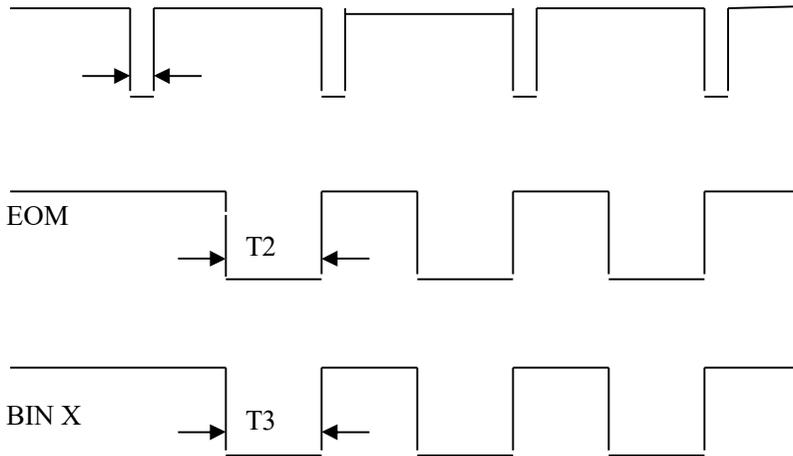

图 3 信号时序图
- 2>. EOM 测量结束信号，如图 3 中 T2，低电平有效，为低时表示分选信号已有效，仅还未显示结果，为高时说明还在对器件进行测量。
- 3>. Bin X 分选输出信号，如图 3 中 T3，低电平有效，为低时表示分选信号已有效，为高时说明分选信号无效，每次测量时都置分选输出为高电平。